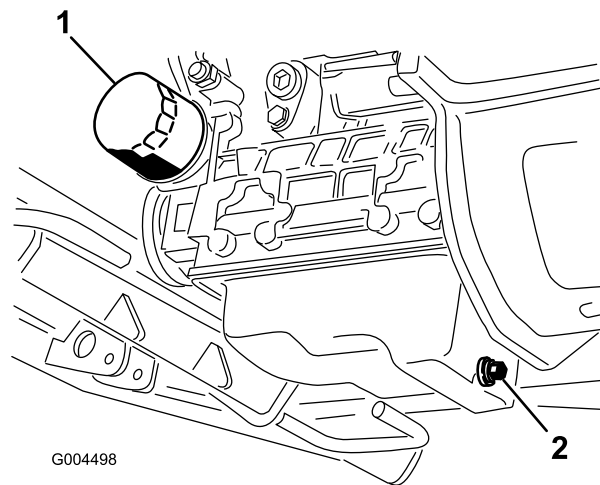

図 47
3. オイルパンの下についているドレンプラグの下に廃油受けをおく (図 47)。
6. オイルフィルタ (図 47) を取り外して交換する。